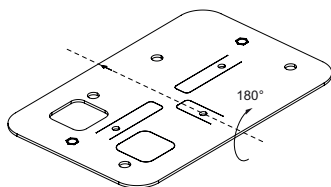
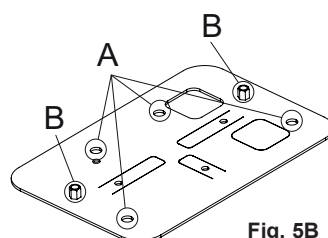

Fig. 5A
Fig. 5B
- Gire la placa 180° siempre con la flecha apuntando a la cremallera (Fig. 5A), posicónela según las medidas de la Fig. 3 y utilícela como plantilla para marcar la posición de los 4 orificios para los tacos (ref. A) y los tornillos de anclaje del motorreductor (ref. B) (Fig. 5B). Hay que girar la placa porque de lo contrario los insertos roscados impedirían nivelar la placa.